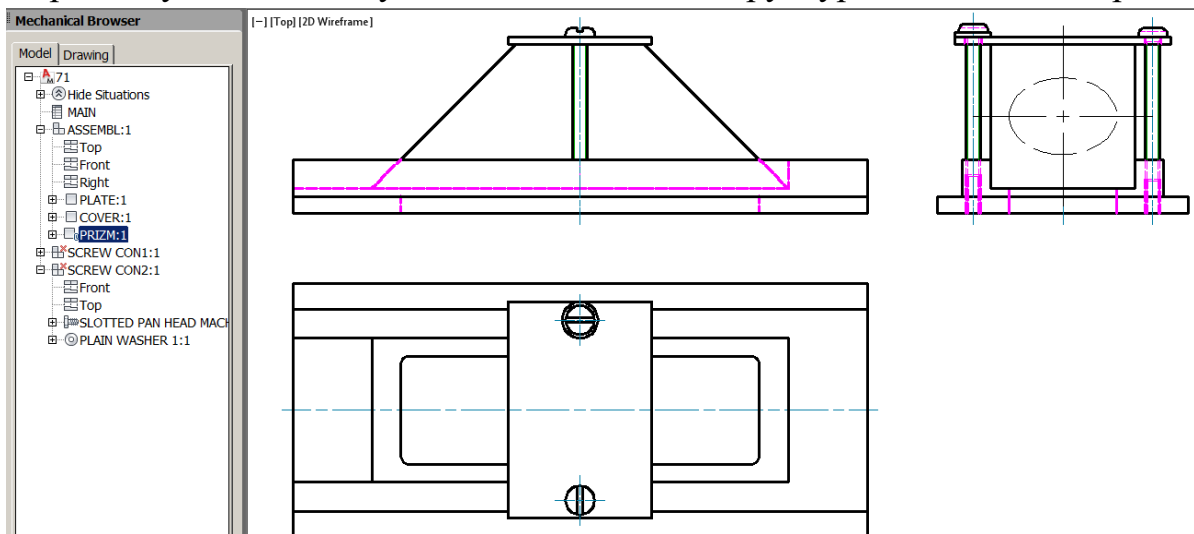

Рис. 8.47. Ескіз кресленника до прикладу 8.3
**Приклад 8.3.** Розробити складальний кресленик кріплення призми AP-0 з прикладу 5.4 із застосуванням механічної структури відповідно до рис.8.47.
Зображення має набути вигляд, схожий на рис.8.47.